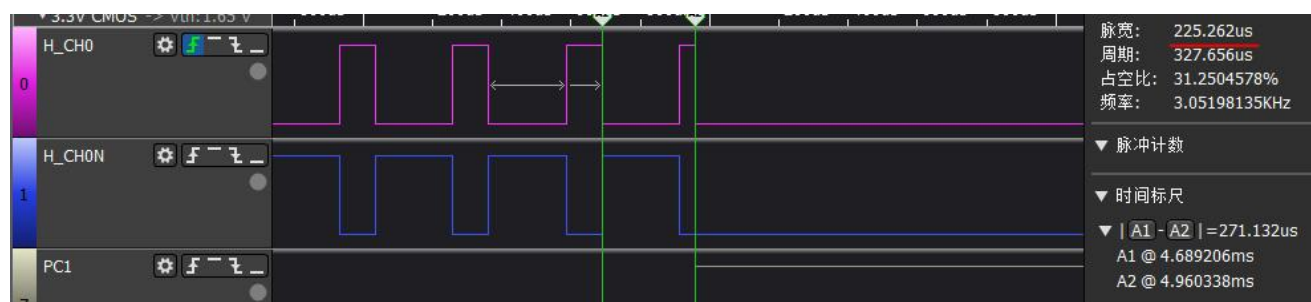

图 4.3 周期内 PWM\_H 低电平时长
- TIMH0 产生的 PWM 周期，低电平时长如下图 4.3 内，红色划线部分所示。